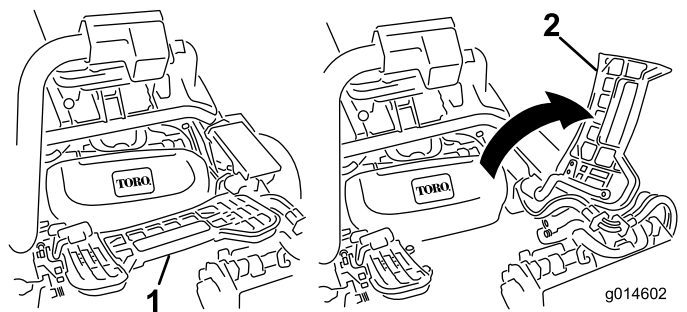

Bild 52
2. Heben Sie die Fußplattform an und schwenken sie in die geöffnete Stellung, um die Stellung der mittleren Schneideinheit zugänglich zu machen (Bild 52).